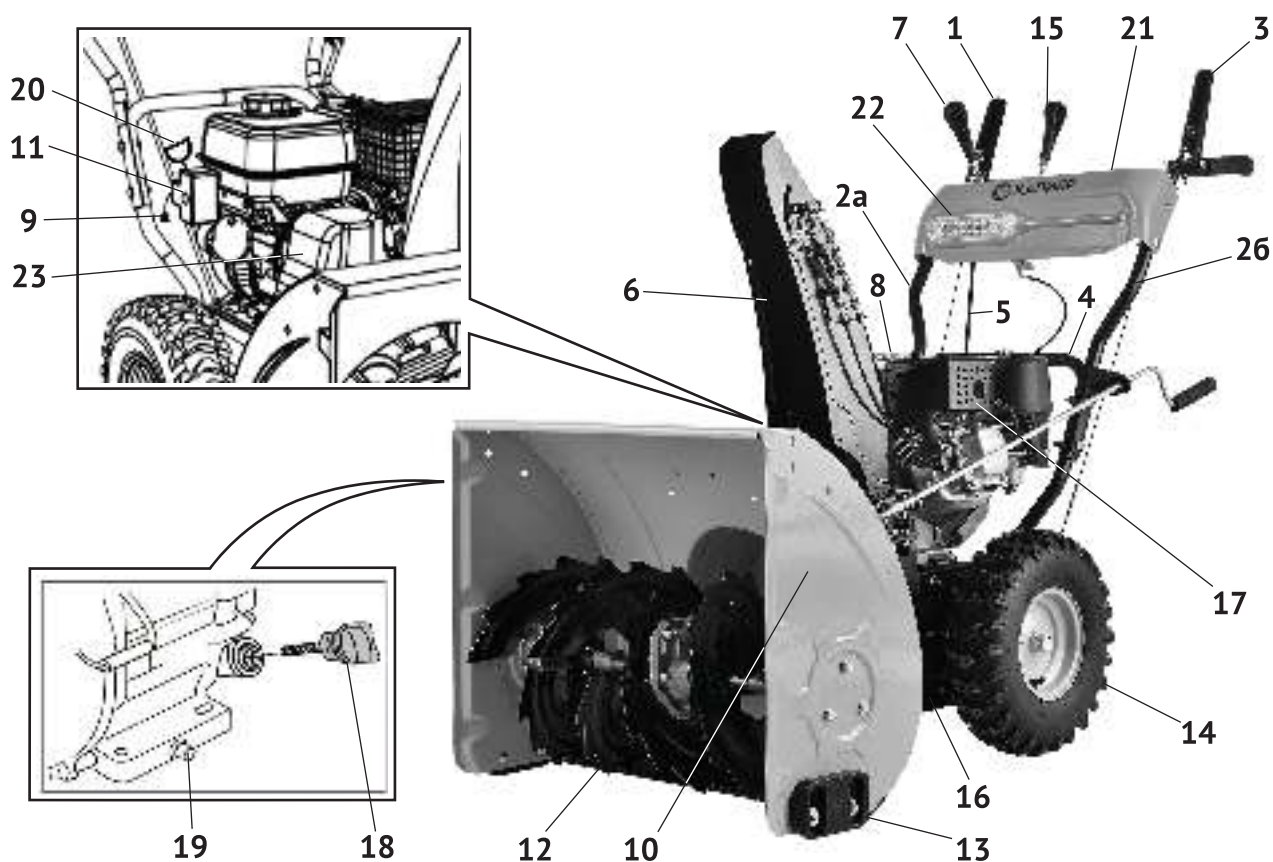

рис.1
2.4 Общий вид снегоуборочника представлен на рис.1
Верхние рукоятки управления с закреплёнными на них рычагами привода колёс и шнека (и тросами), поставляются собранными с панелью управления (рис.1 поз.21). На панели управления смонтированы рычаг переключения скоростей (рис.1 поз.7) и фара (рис.1 поз.22).
Внимание! Жёлоб для выброса снега (рис.1 поз.6) крепится к снегоуборочнику при помощи трёх планок крепления.
Перед использованием снегоуборочника необходимо отрегулировать положение ограничительных лыж (рис.1 поз.13). На них снегозаборник скользит по обрабатываемой поверхности, и кроме того с их помощью выставляется расстояние от нижней планки (струга) снегозаборника до очищаемой поверхности.
Выкрутите пробку-щуп из маслозаливной горловины (рис.1 поз.18) и залейте в картер